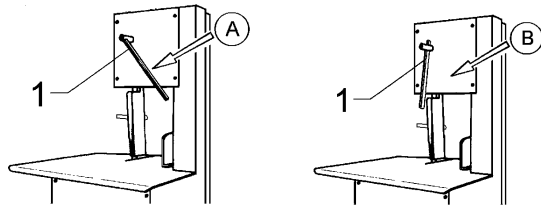

Fig. 7.6.1
### 7.6.1 - Regolazione del tensionamento (Fig. 7.6.1)
Il tensionamento della lama avviene meccanicamente all'interno del segaossa agendo direttamente sulla leva "1". Con la leva nella posizione "A" (Fig. 7.6.1) la lama é tensionata. Per sbloccare la lama portare la leva verso il basso, nella posizione "B".
- Tensionare la lama ruotando la leva e portandola nella posizione "A" (Fig. 7.6.1).